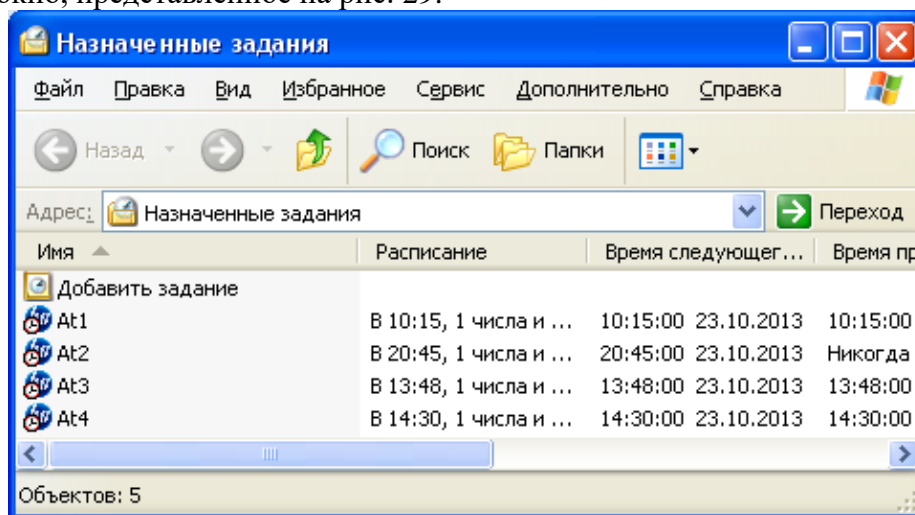

Рис. 29.
1) Нажмите: **Пуск->Все программы->Стандартные->Служебные->Назначенные задания**. Появится окно, представленное на рис. 29.